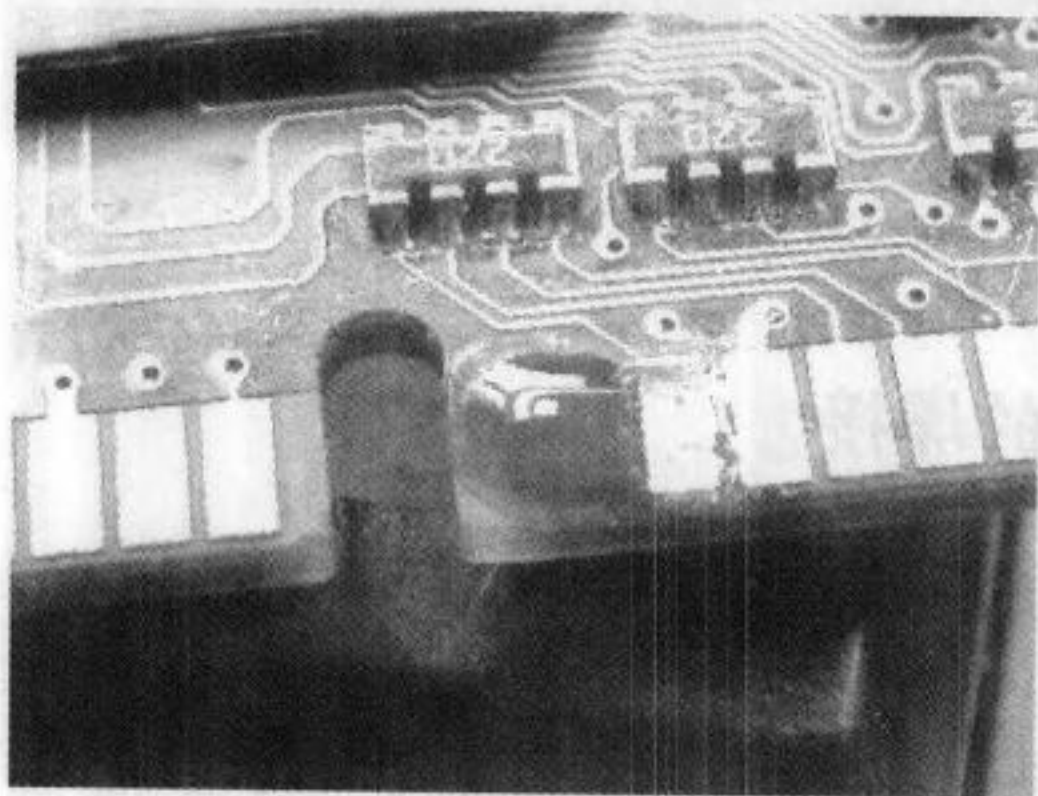

图 4-9 涂胶水
(3) 把割下的金手指背面处理干净后，用胶水小心地把它对齐粘在待修复的地方，用平整的硬物把它压平，如图 4-9 所示。